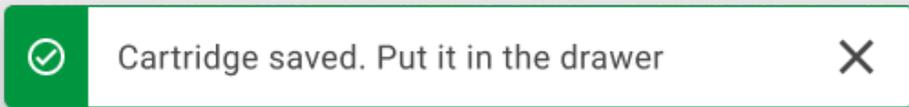

Abbildung 27. Bildschirm CARTRIDGE SAVED (KARTUSCHE GESPEICHERT).
11. Nach erfolgreichem Scan erscheint das folgende Dialogfeld kurz oben im Bildschirm (Abbildung 27).